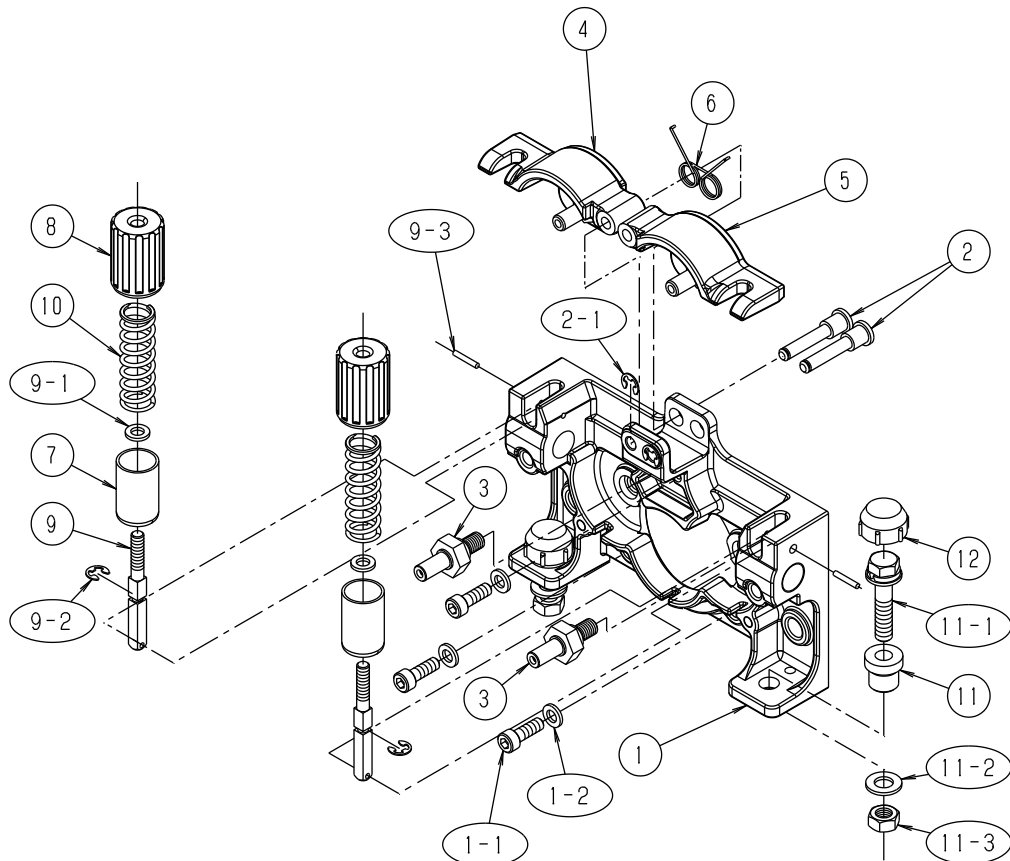

図 2. ワイヤフィーダ分解図
⑨ パーツリスト(つづき)
9. 2 ワイヤフィーダ関係 (図 2)